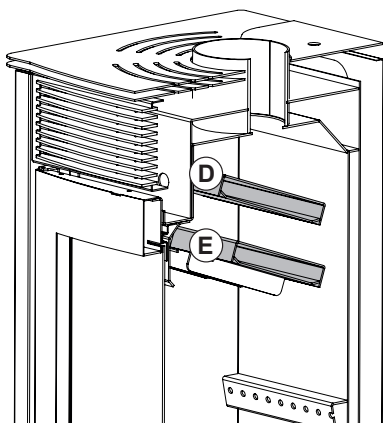

Fig.18
2. Con l'aiuto di uno spazzolino apposito o di un semplice aspirapolvere tipo "bidone", rimuovere la cenere presente sul deflettore superiore (D) e sul deflettore inferiore (E) (Fig.18);